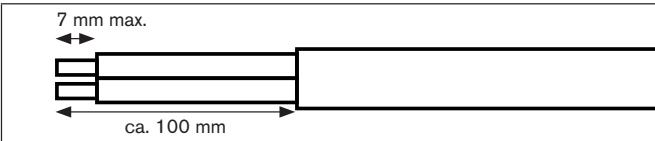

Bild 1: Kabel abisolieren
- Isolierung des Kabels auf ca. 100 mm Länge entfernen (siehe „Bild 1“).
- Isolierung der Adern auf max. 7 mm (1/4") Länge entfernen (siehe „Bild 1“).